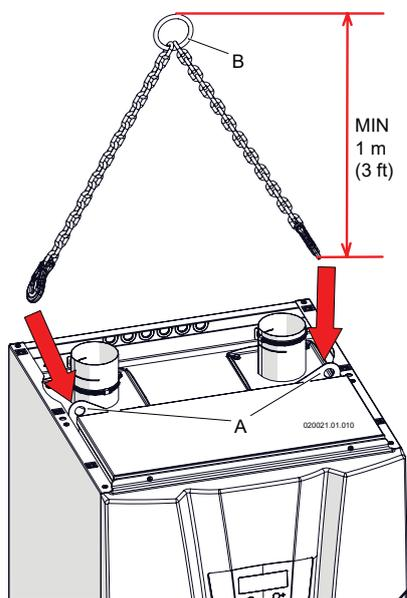

Figura 5-5 - Sistema di sollevamento
Per praticità di installazione è presente una staffa (particolare "A" di Figura 5-5), che permette il sollevamento dell'apparecchio.
- 2.- agganciare delle funi di sollevamento "B" Figura 5-5;
- 4.- Una volta posizionato correttamente l'apparecchio, prima di applicare la copertura superiore, occorre rimuovere le funi di sollevamento (particolare "B" di Figura 5-5);